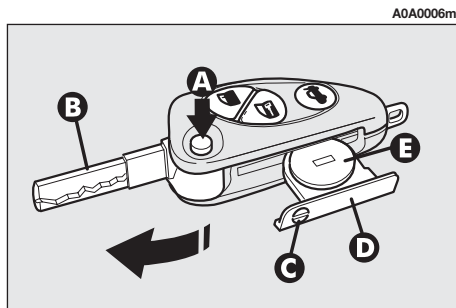

fig. 5
- enfoncer le bouton (A-fig. 5) et mettre la tige métallique (B) en position d'ouverture;
- en se servant d'un tournevis à pointe fine, tourner le dispositif d'ouverture (C) et sortir le tiroir porte-batterie (D);
- remplacer la pile (E) en respectant les polarités indiquées;
- réintroduire le tiroir porte-batterie dans la clé et le bloquer, en tournant le dispositif (C).